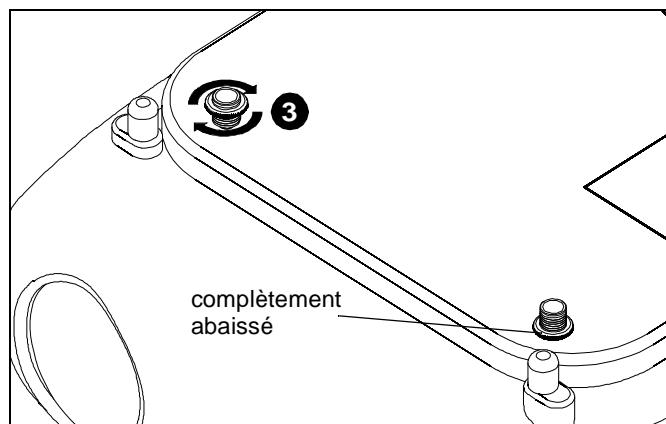

Figure 3
- Ajustez les écrous de réglage de la hauteur au niveau souhaité. (See Figure 3)